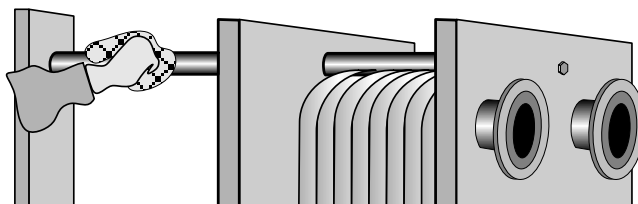

Рис.16 Очистка верхней и нижней направляющих
9.2.2 Очистить поверхности верхней и нижней направляющих (рис. 16).
9.3.1 Перед сборкой теплообменника необходимо произвести очистку верхней и нижней направляющих (рис. 16).